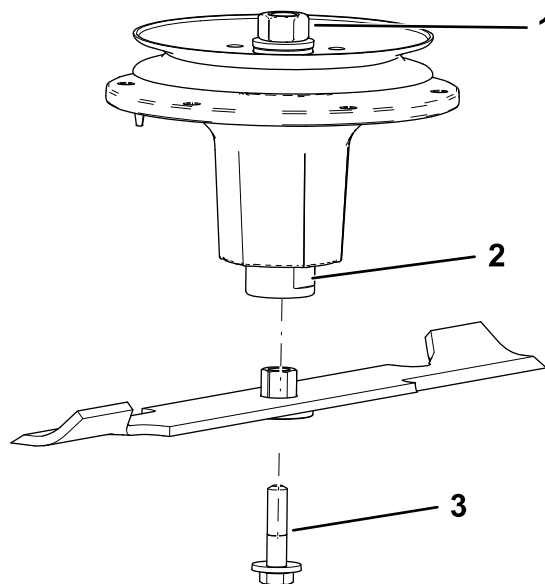

Figura 97
- Instale el conjunto de casquillo/cuchilla en el eje (Figura 97).